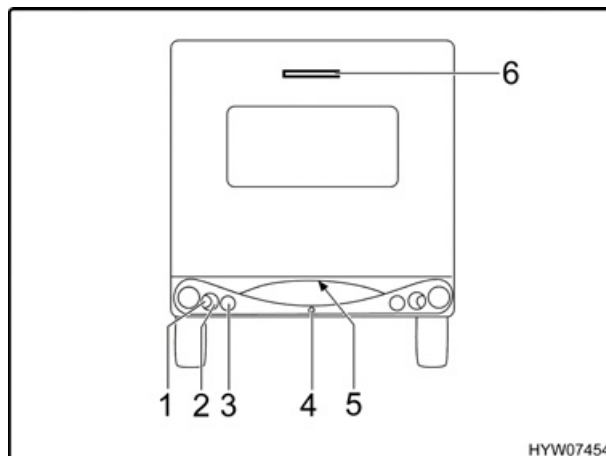
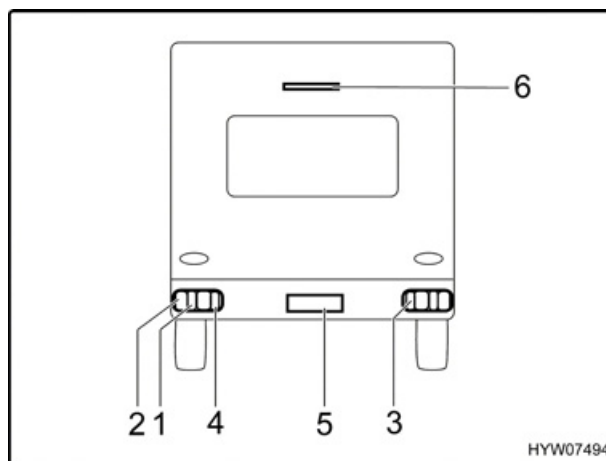

Fig. 102 Luci posteriori (Nova)
Fig. 103 Luci posteriori (Living)
- Svitare le viti degli involucri (Fig. 102,1 a 3 e 5 o Fig. 103,1 a 5).
- La terza luce freno (Fig. 102,6 o Fig. 103,6) va sostituita assieme al suo involucro.
► Per sostituire la luce posteriore antinebbia (Fig. 102,4) rivolgersi ad un concessionario **HYMER** oppure ad un punto di assistenza **HYMER**.